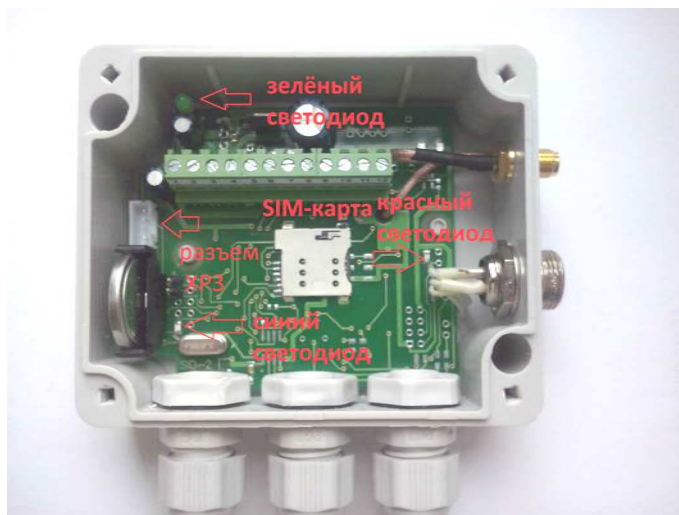

Рисунок 2
3.1.2. Повторно запустить программу. При получения в строке сообщений "данные приняты" и мигания синего светодиода (только для исполнения СИД-2М, рисунок 2), можно запрашивать текущие значения клавишей "Прочитать" или перейти в меню настройка.